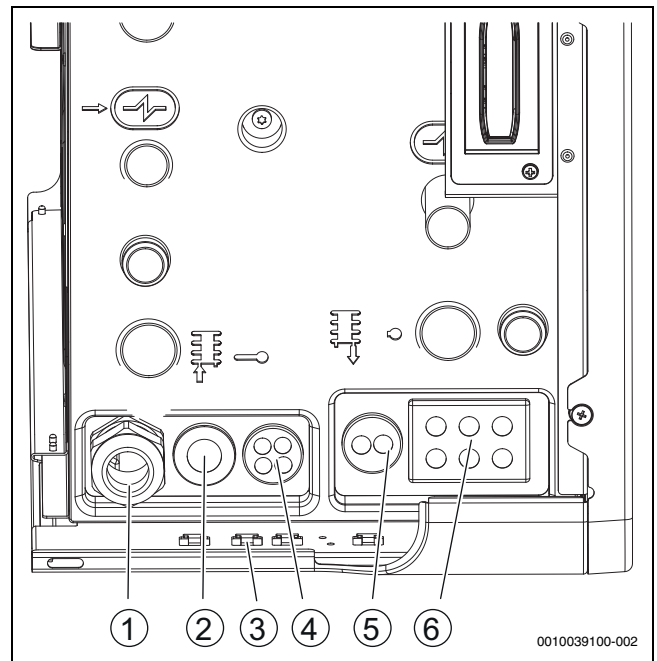

Bild 25 Kabeleinführungen der Inneneinheit
- Anschlusskabel über die Kabeldurchführungen auf der Unterseite der Inneneinheit führen. Die richtige Reihenfolge der Kabel ist Abbildung 25 zu entnehmen.
- Nach dem Einführen des Kabels die Kabelverschraubung festziehen (→Abbildung 25 [1]).